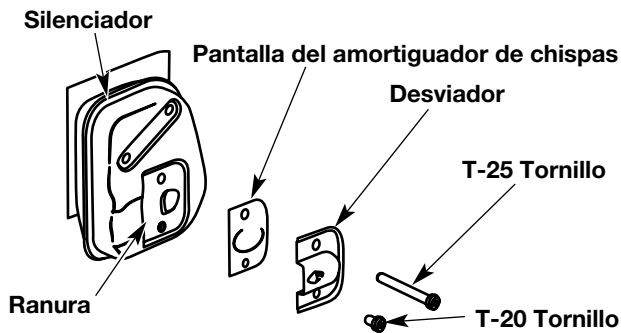

Fig. 41
2. Con un destornillador de vástago plano o broca Torx T20 y Torx T25, saque el tornillo que conecta la cubierta del amortiguador de chispas al silenciador (Fig. 41).